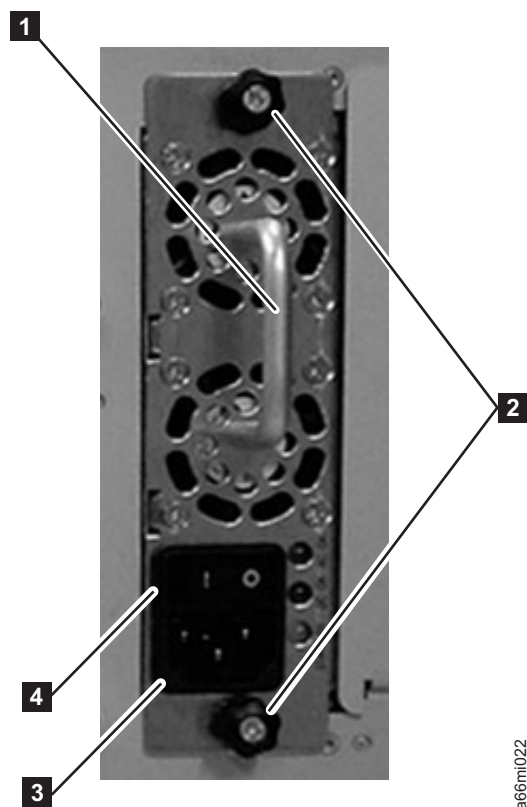

Figura 11-2. Fuente de alimentación primaria de un módulo de control
Atención: en primer lugar, desconecte el cable de alimentación de la fuente de alimentación. A continuación, desconecte el cable de alimentación del receptáculo de la fuente de alimentación (**3** de la Figura 11-2).
3. Afloje los dos tornillos de mano (**2** de la Figura 11-2) girándolos en sentido contrario a las agujas del reloj.
4. Sujete el asa (**1** de la Figura 11-2) y tire lentamente de la fuente de alimentación hacia usted mientras la sujeta por la parte inferior.
1. Sujete el asa (**1** de la Figura 11-2) mientras sujeta la fuente de alimentación por debajo. A continuación, alinee la fuente de alimentación con las guías de la ranura y presione suavemente la fuente de alimentación para insertarla en la biblioteca.
2. Apriete los dos tornillos de mano (**2** de la Figura 11-2 en la página 11-4) girándolos en el sentido de las agujas del reloj.
Atención: En primer lugar, conecte el cable de alimentación al receptáculo de la fuente de alimentación (**3** de la Figura 11-2 en la página 11-4). A continuación, conecte el cable de alimentación a la fuente de alimentación.
2. Sujete el asa (**1** de la Figura 11-2 en la página 11-4) mientras sujeta la fuente de alimentación por debajo. A continuación, alinee la fuente de alimentación con las guías de la ranura y presione suavemente la fuente de alimentación para insertarla en la biblioteca.
3. Apriete los tornillos de mano (**2** de la Figura 11-2 en la página 11-4) girándolos en el sentido de las agujas del reloj.
4. Conecte el cable de alimentación al receptáculo de la fuente de alimentación redundante (**3** de la Figura 11-2 en la página 11-4).
5. Coloque el interruptor de alimentación (**4** de la Figura 11-2 en la página 11-4) en la posición de ENCENDIDO (1).
2. Coloque el interruptor de alimentación de la fuente de alimentación redundante (**4** de la Figura 11-2 en la página 11-4) en la posición de APAGADO (O).
3. Desconecte el cable de alimentación del receptáculo de la fuente de alimentación redundante (**3** de la Figura 11-2 en la página 11-4).
4. Afloje los dos tornillos de mano (**2** de la Figura 11-2 en la página 11-4) girándolos en sentido contrario a las agujas del reloj.
5. Sujete el asa (1 de la Figura 11-2 en la página 11-4) y tire de la fuente de alimentación hacia usted. Sujete el componente por la parte inferior con la otra mano.